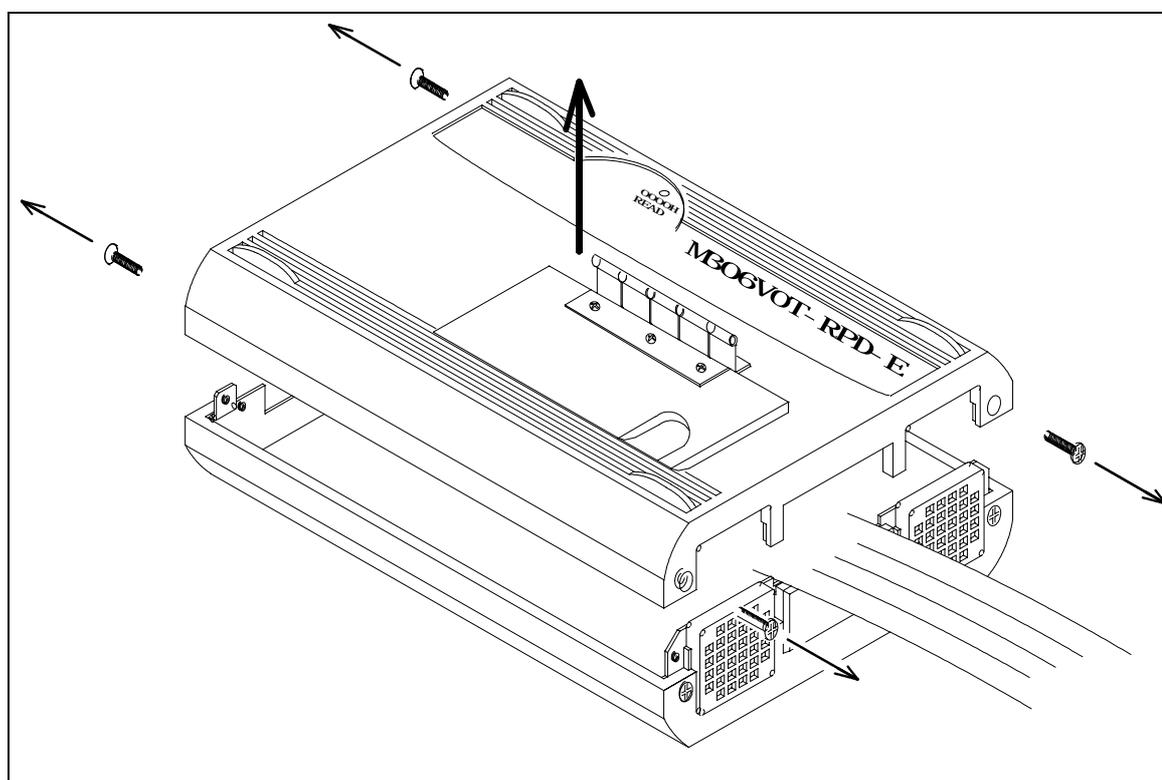

図4.12 M306V0T-RPD-Eのカバ-ネジ位置と取り外し方法
- (1) M306V0T-RPD-Eのスイッチ設定を変更するためにはM306V0T-RPD-Eのカバ-を取り外す必要があります。M306V0T-RPD-Eの両側面の上側ネジ(4箇所)を外して、カバ-を取り外してください(図4.12参照)。スイッチの設定変更は、必ず電源を切った状態で行ってください。電源が入った状態では、内部回路を破壊する恐れがあります。